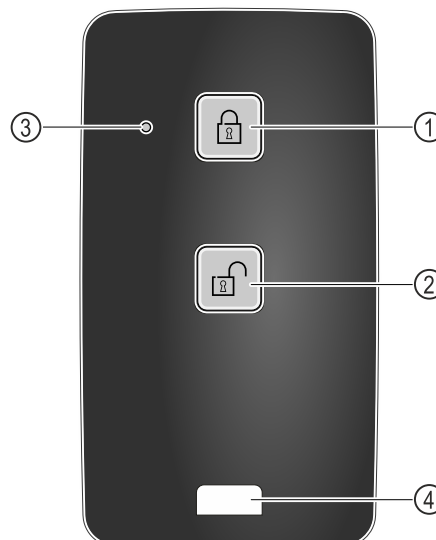

Fig. 249
- (1) Замок заблокувати
- (2) Замок розблокувати
- (3) Статус світлодіод
- (4) Кріпильна петля
- Натисніть кнопку Fig. 249 (1) на дистанційному керуванні.
- Натисніть кнопку Fig. 249 (2) на дистанційному керуванні.
- ▶ Статусний світлодіод Fig. 249 (3) при натисненні клавіші дає оптичне зворотне повідомлення.
- ▶ Петля Fig. 249 (4) для кріплення дистанційного керування наприклад на в'язці ключів.